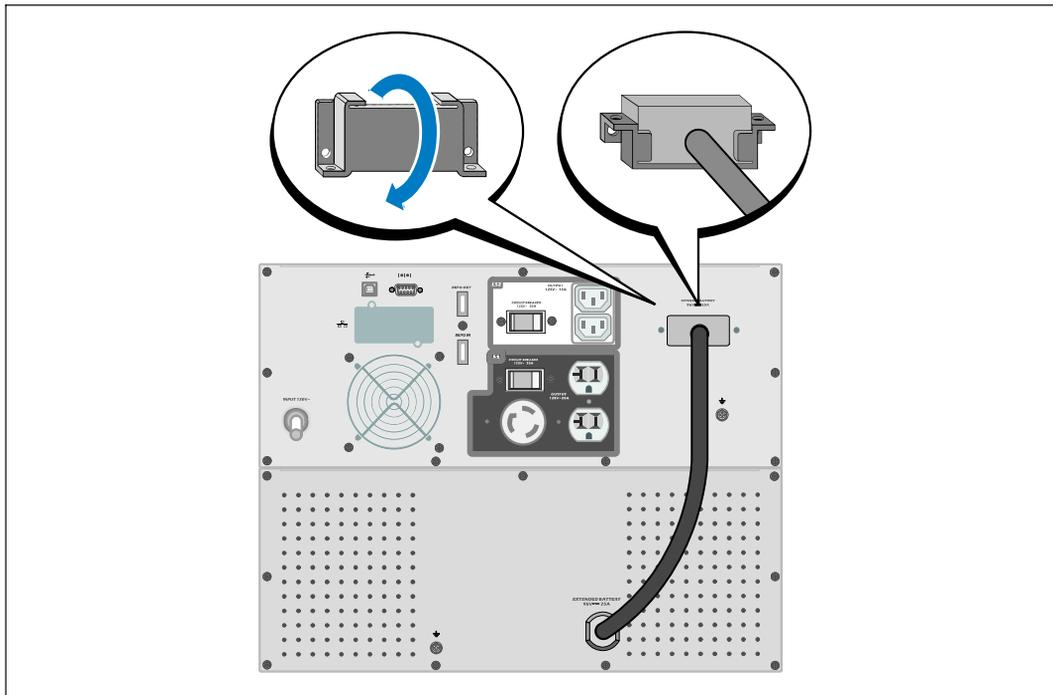

Рис. 16. Установка скобы натяжения
- 2 Установите крышку разъема батарей под кабель МВБ для ослабления натяжения (см. Рис. 16).